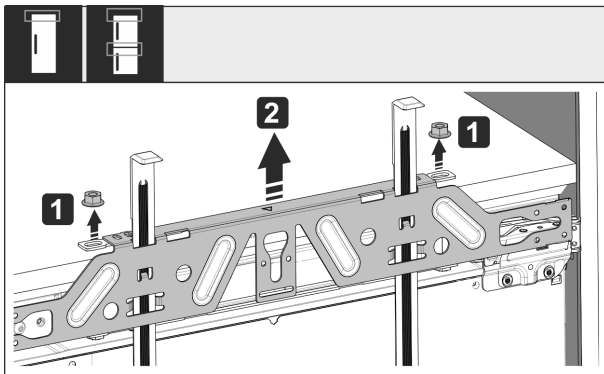

Fig. 52
- Loosen locknuts Fig. 52 (1).
- Remove crosspiece Fig. 52 (2).